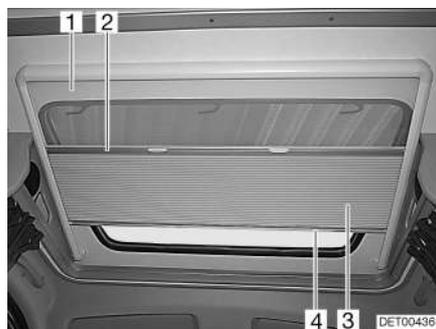

Fig. 17 Tragaluz
El estor plegable (Fig. 17,3) está unido fijamente con la protección contra insectos (Fig. 17,1).
- Coger el estor plegable por el centro de la tablilla final (Fig. 17,4) y tirar con cuidado hacia abajo.
- Regresar el estor plegable lentamente a su posición por la tablilla final (Fig. 17,4).
- Detener el centro de la tablilla final (Fig. 17,2) de la protección contra insectos y tirar con cuidado completamente hacia abajo.
- Regresar la protección contra insectos lentamente a su posición por la tablilla final del estor plegable (Fig. 17,4).